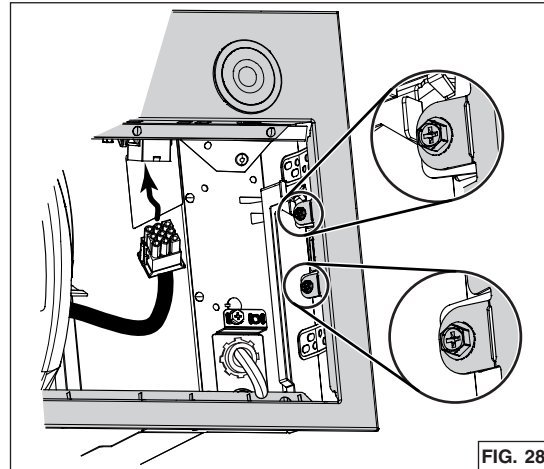

FIG. 28
- Vuelva a instalar y fije el panel frontal a la campana usando los 4 tornillos de sujeción (dos por lado, rodeados en la FIG. 28). Enchufe el cable del ventilador a su conector en el panel frontal (FIG. 28).